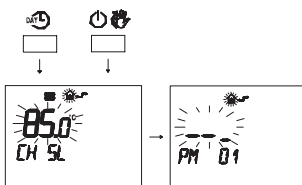

Fig. 2.55
- Одновременно нажать кнопки ON/OFF и ON/OFF для доступа в режим прозрачного программирования ( Fig. 2.55).